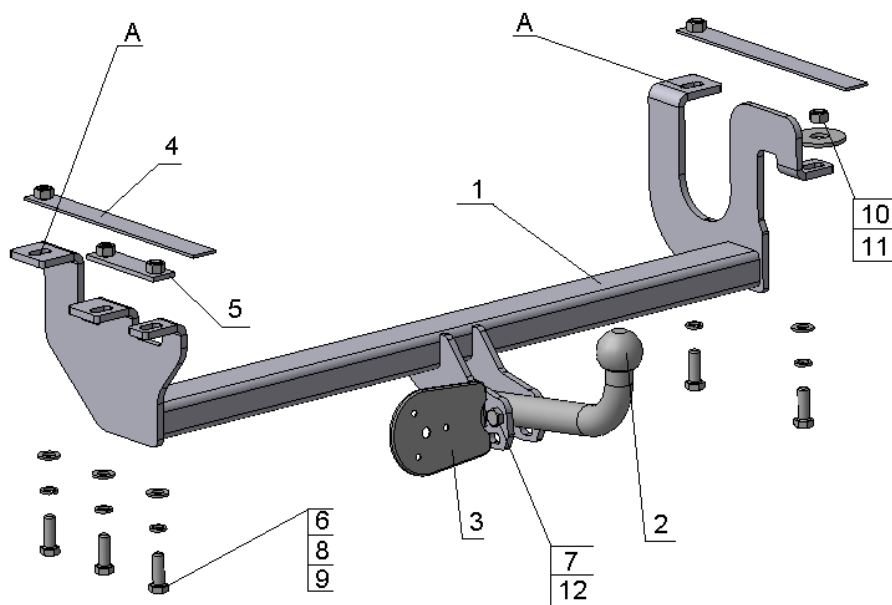

Рис.1
- в соответствии с рис.1 используя крепежные элементы закрепить ТСУ на автомобиле;